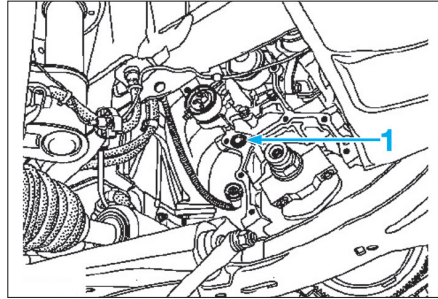

Fig. 15
• Remplacer le joint d'alimentation de pression d'huile (1) (Fig.15).